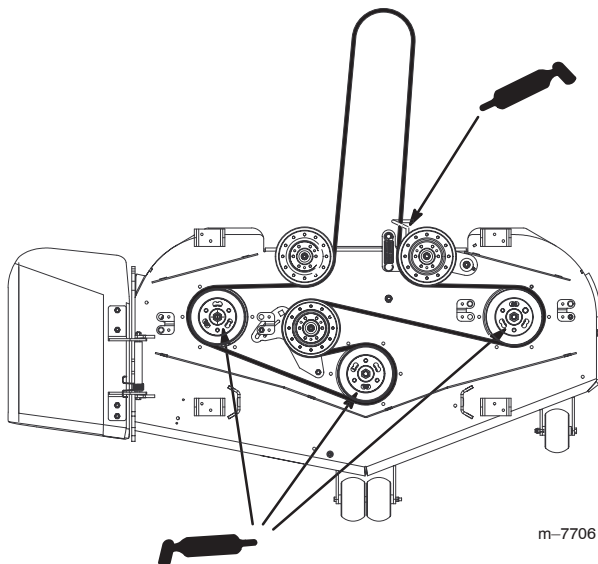

Figure 38
3. Lubrifiez les graisseurs des roulements des 3 axes (Fig. 38).
4. Graissez le pivot de la poulie de tension (Fig. 38).
5. Lubrifiez les graisseurs des bras de poussée (Fig. 38).